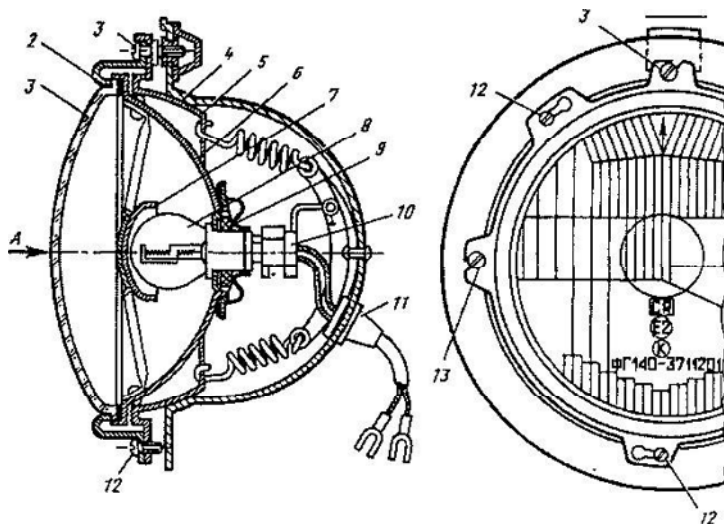

Рис.1. Головная фара
7. Дополните, используя рис. 1
8. Регулировка направления света фары осуществляется винтами (Рис.1):
9. Крепление оптического элемента (рис.1):